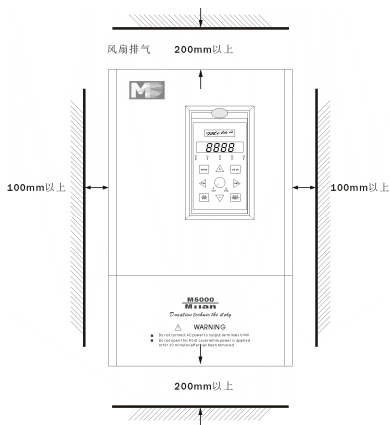

图 3-1 安装间隔距离图
- (1) 一般情况下应立式安装。
- (2) 安装间隔及最小距离：左右为 100mm，上下为 200mm。如图 3-1 所示。